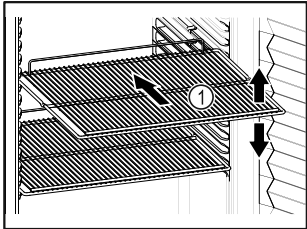

Fig. 57 Beispielhafte Darstellung
- Wenn Abstellroste Fig. 57 (1) versetzbar sind, je nach Höhe anpassen.